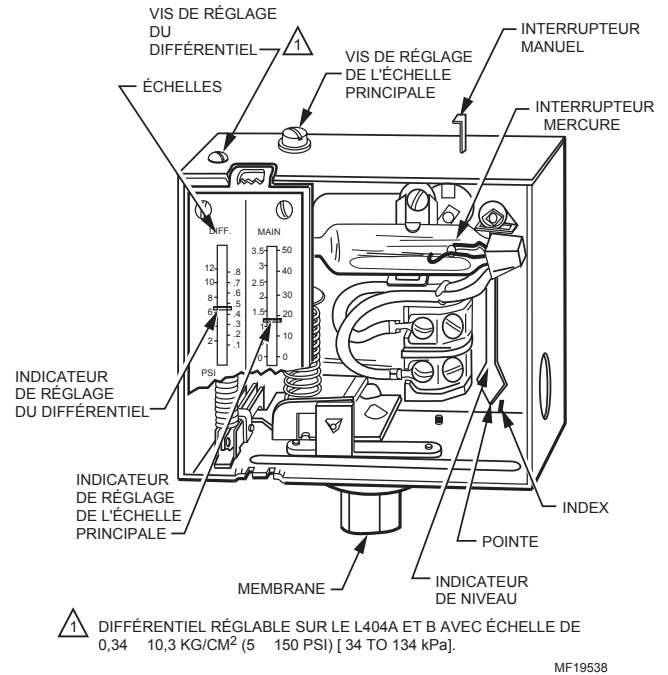

Fig. 7. Réglage du régulateur Pressuretrol®
Un régulateur doté d'un interrupteur à mercure doit être mis de niveau de façon précise pour bien fonctionner. Pour ce faire, plier le purgeur (siphon) avec soin. Lorsque l'indicateur de niveau (Fig. 7) pend librement et que sa pointe est juste au-dessus de l'index au fond du boîtier, le régulateur est de niveau.
Le L404B convient parfaitement à cette application. Il ferme un circuit lorsque la pression atteint le point de consigne et l'ouvre lorsqu'elle descend jusqu'au point de consigne moins le différentiel (Fig. 7).
Régler le point de consigne de l'échelle principale à la pression de service désirée en tournant la vis de réglage de l'échelle principale (Fig. 7), placée sur le dessus du boîtier, jusqu'à ce que l'indicateur de l'échelle principale soit réglé à la valeur désirée. Sur un L404A (sauf le L404A1651 qui a un différentiel fixe) ou L404B, régler le différentiel en tournant la vis de réglage du différentiel (Fig. 7) jusqu'à ce que l'indicateur du différentiel soit à la valeur désirée. Les échelles sont indiquées en psi et kg/cm².
2. Tourner la vis de réglage de l'échelle principale (Fig. 7) jusqu'à ce que l'indicateur de cette échelle indique la valeur de lecture du manomètre.
5. Si le régulateur fonctionne correctement, tourner la vis de réglage de l'échelle principale (Fig. 7) jusqu'à ce que l'indicateur de cette échelle soit au point de consigne désiré.
Le régulateur a été étalonné en usine avec soin; il ne devrait pas, par conséquent, nécessiter un nouveau réglage. Un fonctionnement imprécis est généralement attribuable à une mauvaise mise de niveau. Le régulateur est de niveau lorsque la pointe de l'indicateur de niveau est juste au-dessus de l'index (Fig. 7). Il arrive toutefois que dans certains cas l'indicateur ne soit pas assez précis : la pointe est vis-à-vis l'index, mais le régulateur ne fonctionne pas toujours à l'intérieur des tolérances des réglages des échelles. Dans ce cas, plier le purgeur (siphon) avec soin jusqu'à ce que la commutation se fasse correctement.